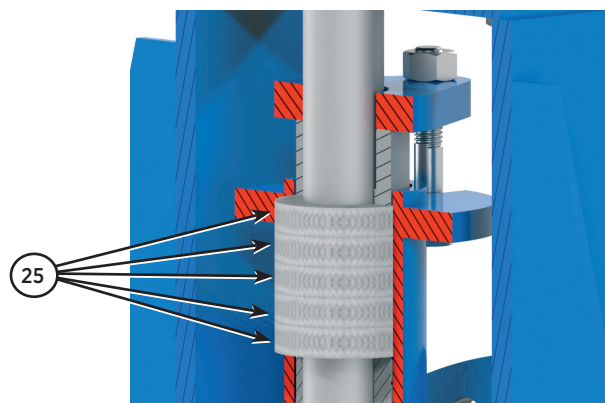

Fig.10
Il premistoppa (25) standard delle valvole **CMO Valves** è costituito da diversi strati di materiale che assicurano la tenuta tra gli alberi e il corpo, impedendo qualsiasi perdita nell'atmosfera, sigillando e comprimendo il premistoppa per mezzo di boccole e flange avvitata, come illustrato nella fig 10.